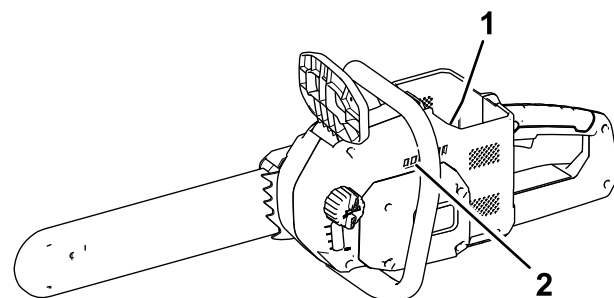
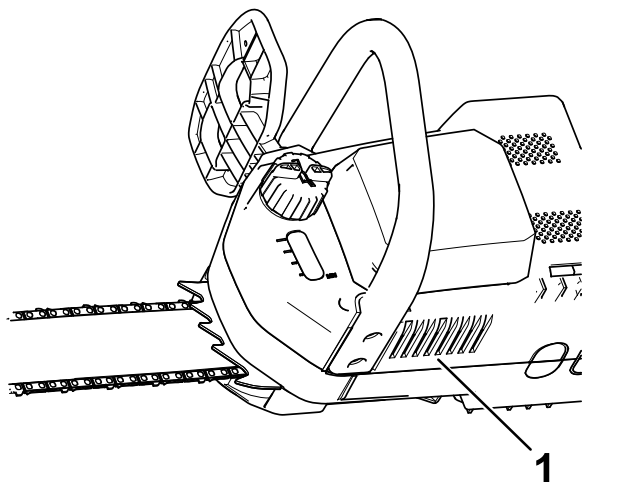

Figura 6
Figura 5
1. Assicuratevi che gli sfiati sulla motosega (Figura 5 e Figura 6) siano privi di polvere e detriti.